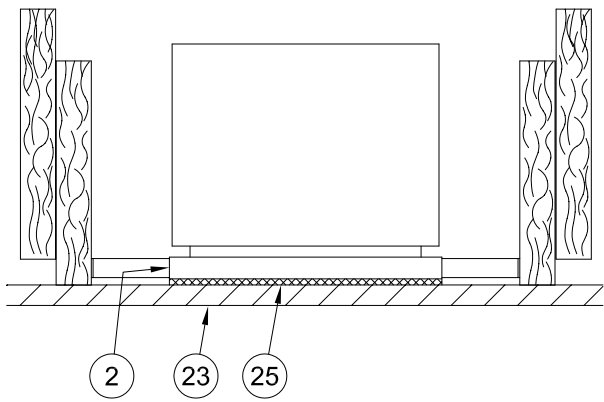

Fig. 5
9.- Si se usan los travesaños de acero en el cieloraso, el armazón enyesado (2) se debe bajar hasta que la junta (25) entre en contacto con el cieloraso (23) como se muestra en la Fig. 5.
9.- Quand des lambourdes en acier s'utilisent au plafond, le cadre en plâtre (2) doit être abaissé jusqu'à ce que le joint (25) contacte le plafond (23) selon Fig. 5.